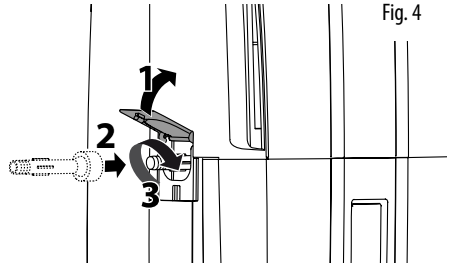

Fig. 4
- Ouvrir la trappe qui se trouve sur le côté de l'appareil et visser le bec raccord, comme le montre la figure 4.